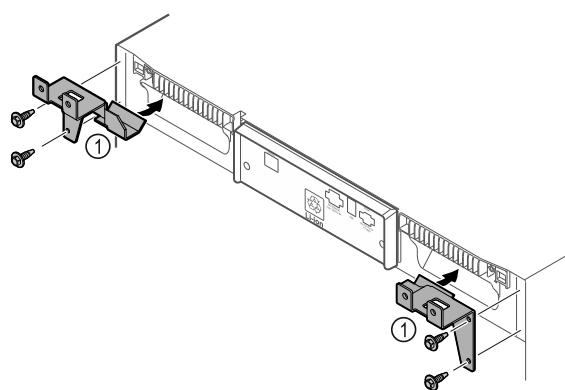

Fig. 11
- Namontujte prídržné diely Fig. 11 (1) na zariadenie pomocou samorezných skrutiek.